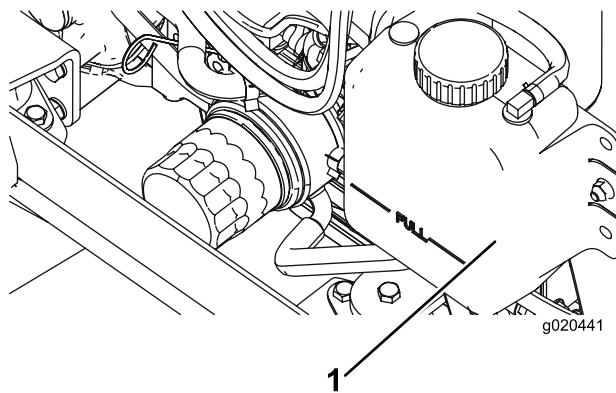

Figure 92
1. Retirez le bouchon du radiateur et le bouchon du vase d'expansion avec précaution (Figure 92).